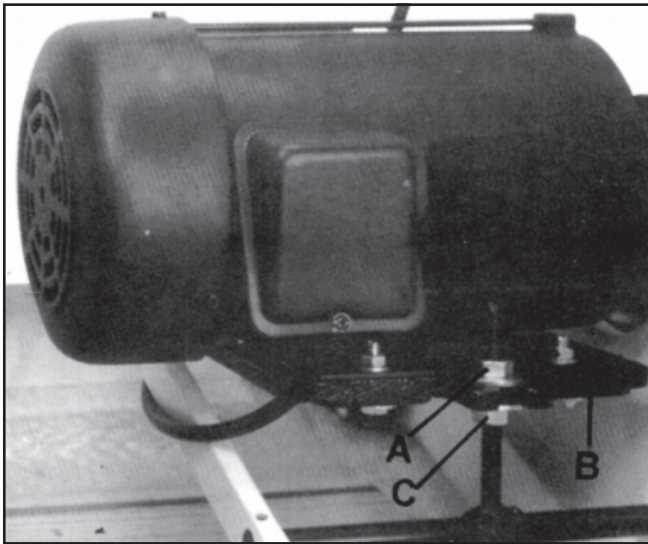

Figura 13
3. De la parte inferior de la máquina, afloje la tuerca (A, Figura 13).
4. Suba o baje la placa del motor (B, Figura 13) girando la tuerca (C, Figura 13) hasta alcanzar la tensión correcta. La tensión correcta se obtiene cuando una ligera presión con el dedo hace que la banda se mueva aproximadamente 1/4" en el espacio central entre las bandas.
5. Apriete la tuerca (A, Figura 13) para fijar el ajuste.